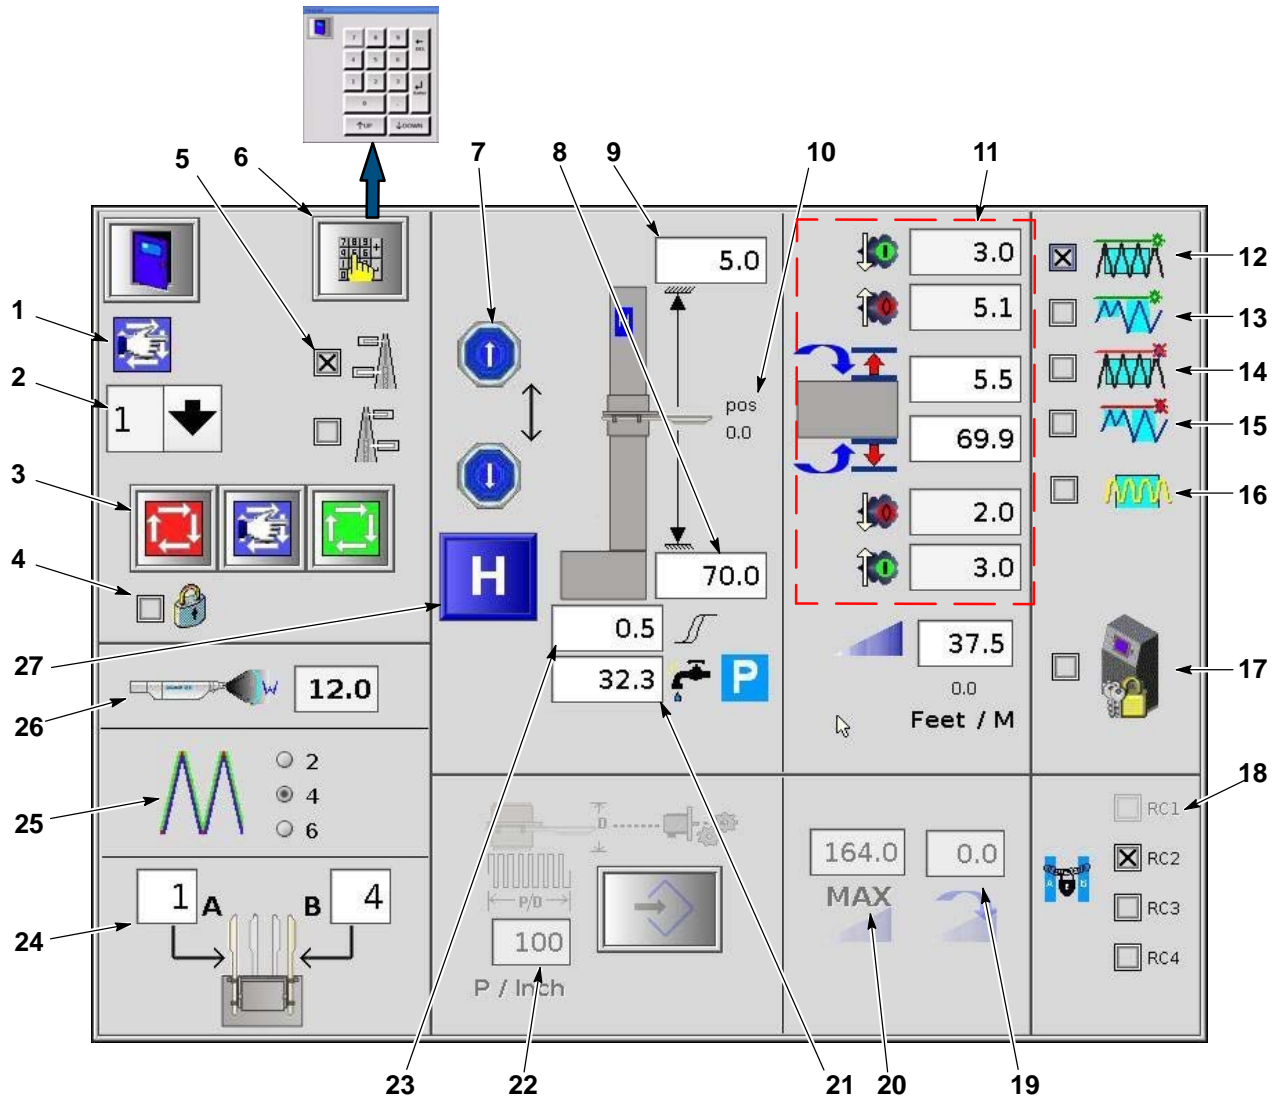

Abb. 3-10 Menü Hubwerke konfigurieren
3. Um das Hubwerk in die Grundstellung zu fahren, das Schaltfeld Grundstellung berühren. Nach Erreichen der Grundstellung den Hubwerkswagen von Hand abwärts bewegen, bis die aktuelle Position (10, Abb. 3-10) als 6 Zoll (oder ein anderer gerader Wert) angezeigt wird.
Auswahl Master/Slave	<p>Ermöglicht es, dem aktuellen Hubwerk Slave-Hubwerke anzuhängen. Die Einstellungen für den Master werden dann für den Slave verwendet. In Abb. 3-10, ist Hubwerk RC2 als Slave an Hubwerk RC1 angehängt.</p>